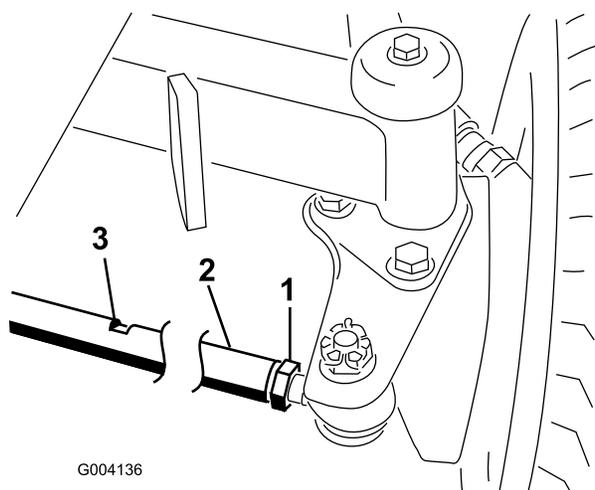

Figura 71
2. Desaperte a porca de bloqueio em cada extremidade da barra de direcção (Figura 71).